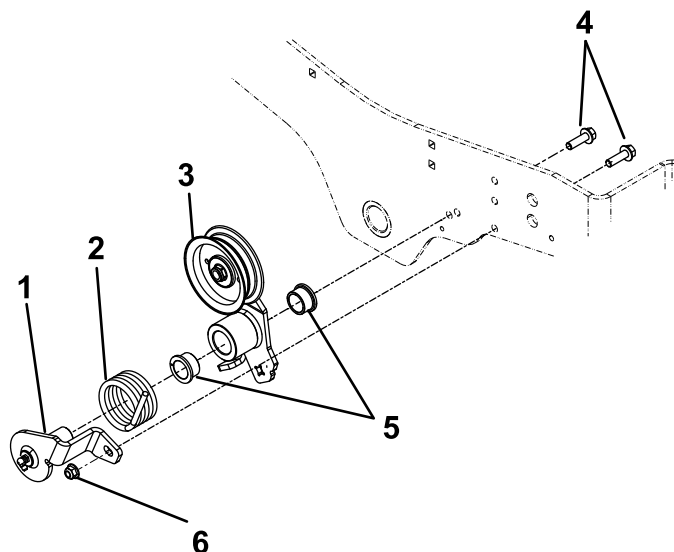

Figur 5
2. Monter smøreniplen på styreremskivens støtte som vist i Figur 5.